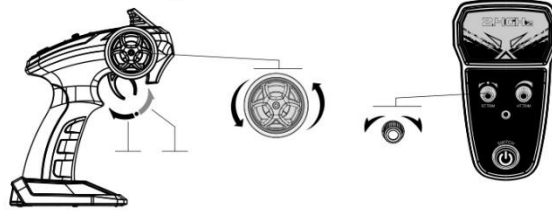

Abb. 10
2. Beschreibung der Funktionen der Fernsteuerung: Abb. 10